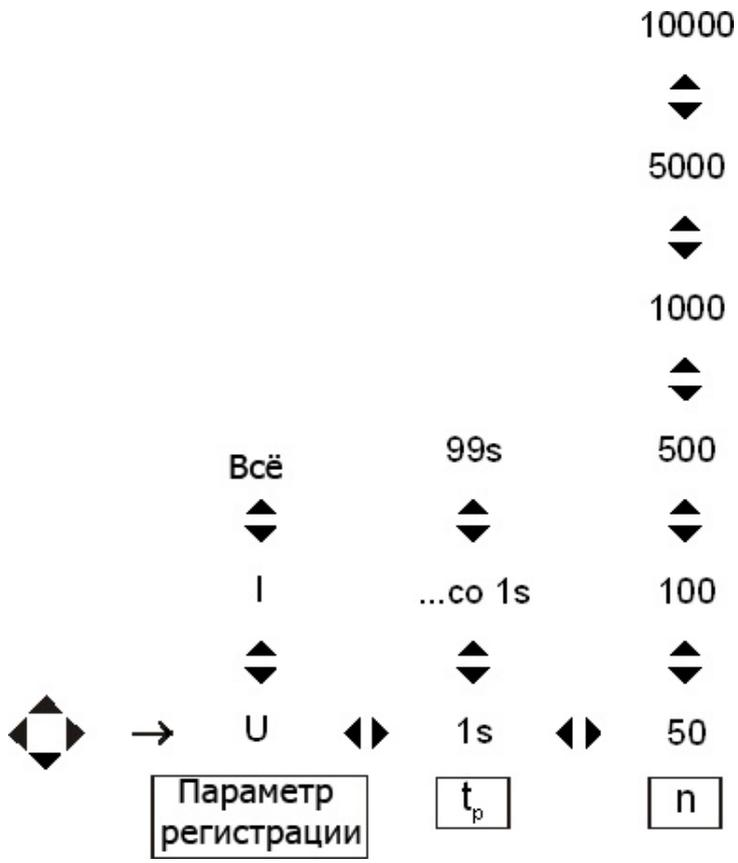

Рис.39. Выбор параметра, интервала между выборками и числа проб регистрации
- выбрать параметр (параметры) для регистрации а также выставить длительность (интервал между выборками)  $t_p$  и число выборок  $n$  согласно алгоритму, представленному на Рис.39;